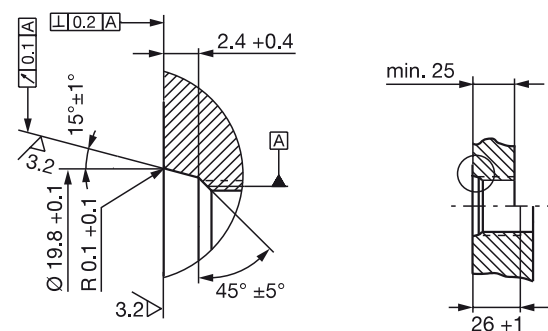
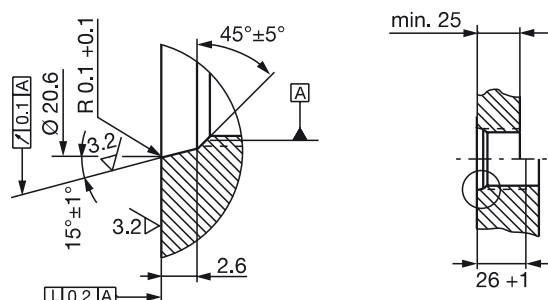

Bild 4-3: Einschraubloch M18×1.5 nach ISO 6149 O-Ring 15.4×2.1
Bild 4-4: Einschraubloch 3/4"-16UNF nach SAE J475 O-Ring 15.3×2.4
- ▶ Einschraubloch mit Gewinde (gegebenenfalls Ansenkung für den O-Ring) gemäß Bild 4-3 bzw. Bild 4-4 herstellen.